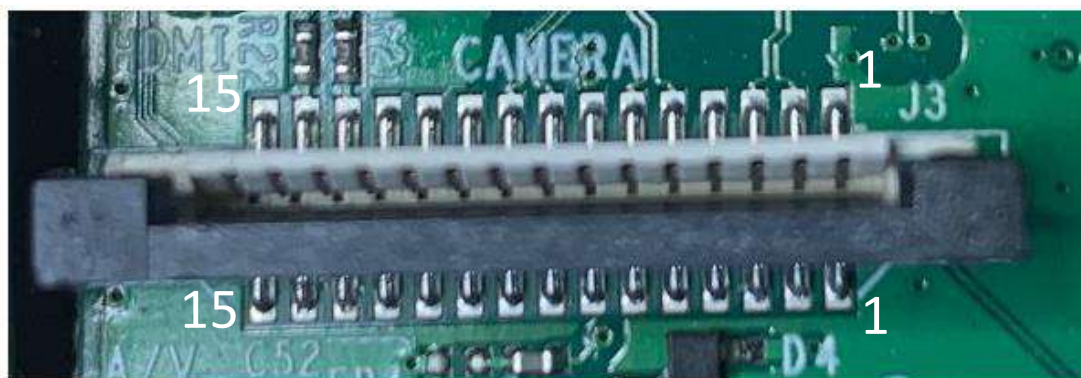

Рис.3 Внешний вид разъёма CAMERA на одноплатном компьютере.
1) К 15-выводному разъёму CAMERA (рис.3) одноплатного компьютера Raspberry Pi или ему подобного через стандартный «прямой» шлейф-переходник 15pin-to-22pin (рис.5), контакты которого размещены на одной плоскости шлейфа. При использовании указанного шлейфа используется режим передачи видеоданных по двум линиям (2-Lane).